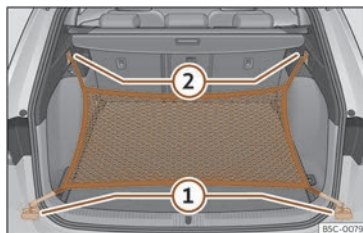

Fig. 201 Dans le coffre à bagages : œillets ① et crochets ② pour accrocher le filet.
- Fixez les crochets courts du filet aux œillets d'amarrage >>> **fig. 201** ① >>> ⚠. La fermeture à glissière du sac doit rester vers le haut.
- Fixez les rubans aux crochets pour accrocher des sacs ②.